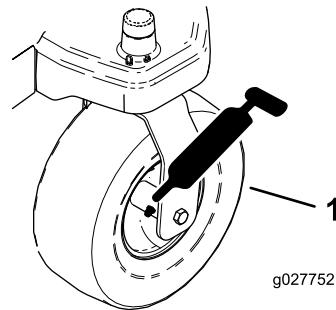
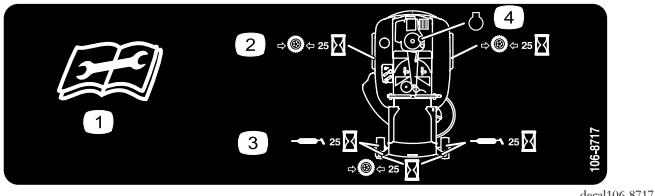

Figura 36
Figura 37
3. Pulite i raccordi d'ingrassaggio (Figura 36 e Figura 37) con un panno.
4. Collegate un ingrassatore a pressione a ciascun ingrassatore (Figura 36 e Figura 37).